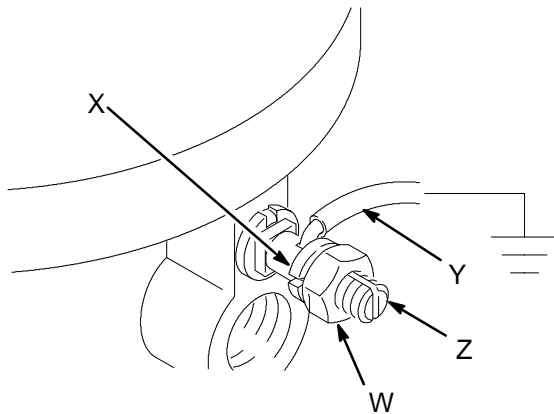

Fig. 1
- **Bomba:** utilizar una abrazadera y un cable de conexión a tierra tal como se indica en la Fig. 1. Afloje la tuerca de apriete (W) y la arandela (X). Inserte un extremo de un cable de conexión a tierra (Y) de un mínimo de 1,5 mm² en la ranura de la orejeta (Z) y apriete la tuerca firmemente. Conecte el otro extremo del cable a una tierra verdadera. Pida el cable de conexión a tierra y la abrazadera, ref. pieza 222011.